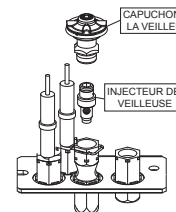

Fig. 5
- ☐ 8. Enlevez les épingles du côté de capuchon de la veilleuse en décrochant le pince de retenue puis tirant le capuchon de veilleuse vers le haut. En utilisant une 5/32" clé Allen à tête hexagonale, enlevez l'injecteur de veilleuse. Remplacer l'injecteur de veilleuse avec celui fourni et rattacher le pince de retenue. Alignez le capot de pilote à sa position d'origine et placer l'épingle de retour sur le pilote (**Fig. 5**).